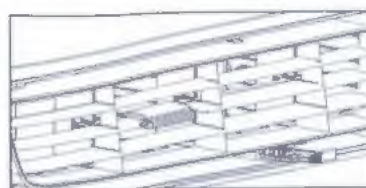

Figure 3 (ÉVENT OUVERT)
3. Échanger l'air de la pièce – évent ouvert (voir Fig. 3)